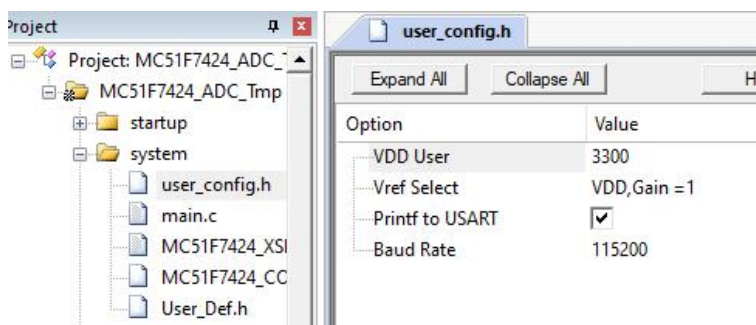
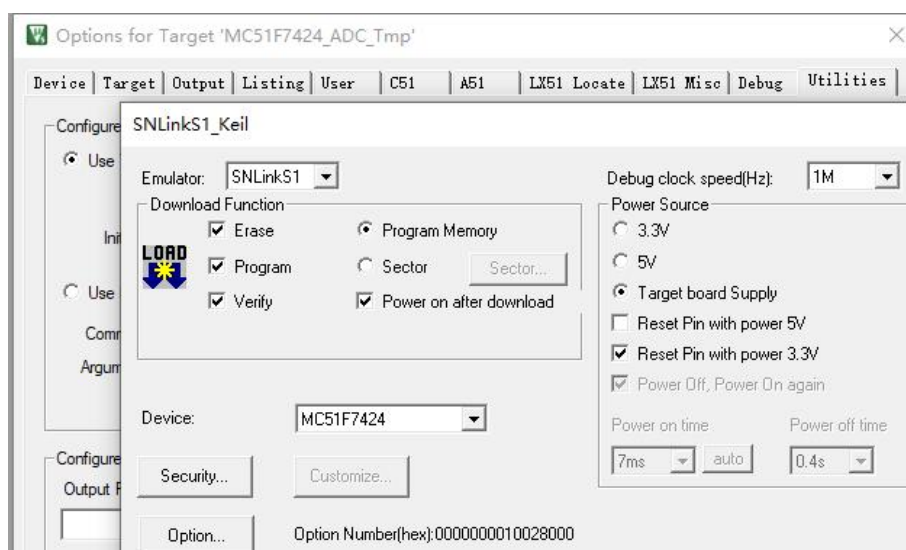

图 5 工程配置
图 6 调试器设置
2) 打开附件代码工程，确认“user\_config.h”及调试器设置如图 5、图 6，编译后下载。